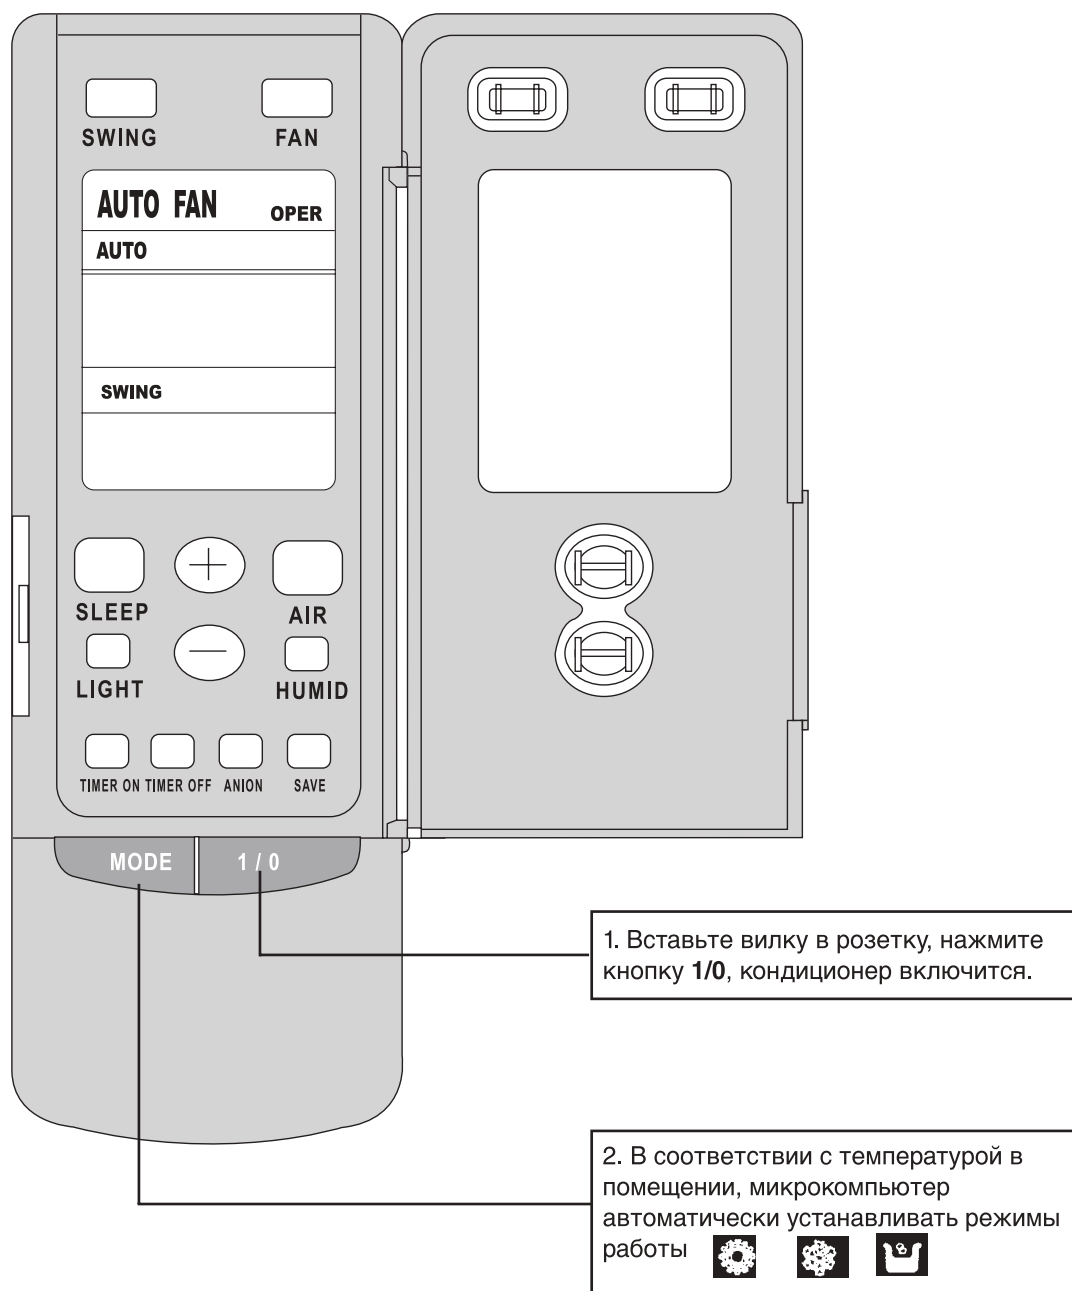

Рис. 7.6.5
f) Работа в режиме АВТОМАТ (рис. 7.6.5).